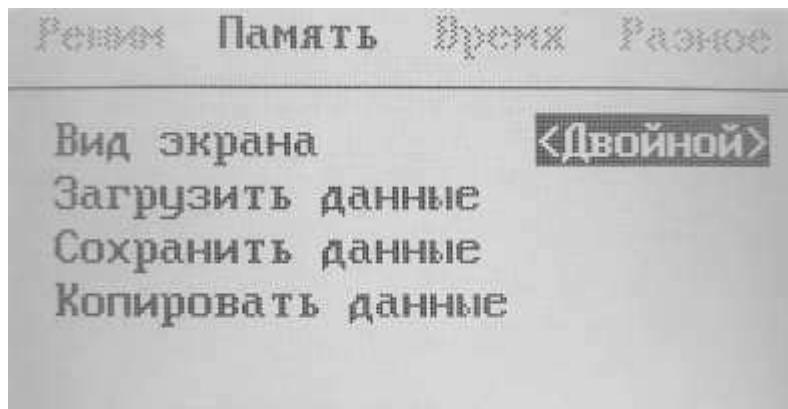

Рис. 18
- кнопками «▲, ▼» (13 и 14, рис. 1) активизировать строку «Вид экрана» и кнопками выбрать сообщение «Двойной» (На экране будет отображаться две рефлектоGRAMмы Текущая и буфера) – рис. 18;